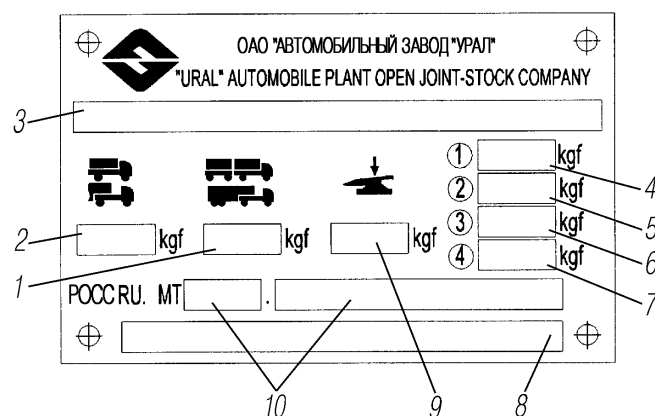

Рис. 2. Содержание маркировки заводской таблички:
**Маркировка автомобиля** выполнена на заводской табличке, установленной на кабине с правой стороны под наружной облицовкой кабины (рис. 2).